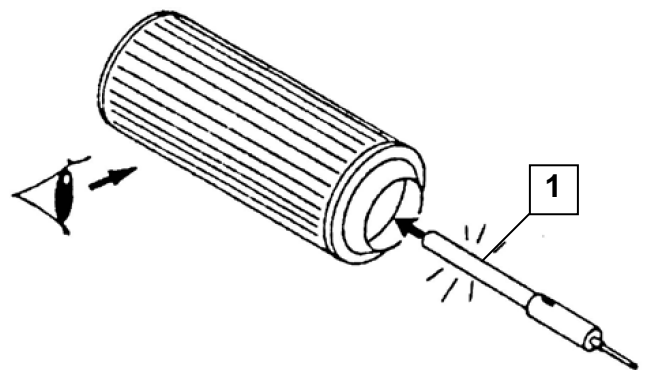

Bild 7 Sichtprüfung Hauptfilterelement
Jede Falte des Papierbalges mit Hilfe einer geeigneten Stablampe (1) auf Risse und Löcher untersuchen (siehe Bild 7). Damit auch kleinere Beschädigungen erkennbar sind, sollte die Untersuchung nicht bei direkter Sonneneinstrahlung, sondern z.B. in einem abgedunkelten Raum durchgeführt werden.